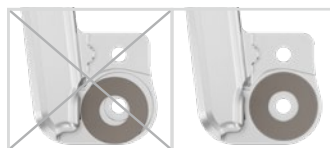

fig. 8
- 2 Rocíe un lado de la primera arandela antifricción con spray adhesivo y péguela en la cubierta (fig. 8).